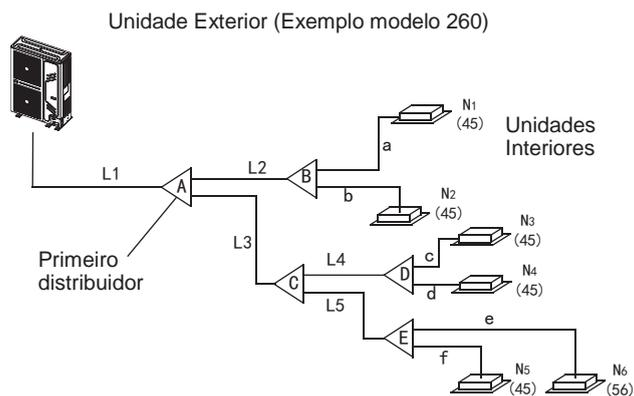

Fig. 4-5
- 2) Exemplo: Na Fig. 4-5, a capacidade total a jusante do tubo L2 é de  $45 \times 2 = 90$ , portanto, de acordo com a Tabela 4.4, o diâmetro gás/líquido de L2 será:  $\Phi 15,9$  (5/8") /  $\Phi 9,5$  (3/8").